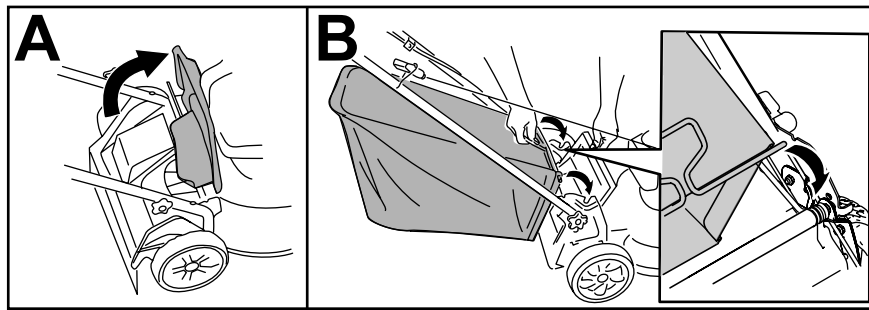

Bild 14
1. Heben Sie das hintere Ablenkblech an und halten Sie es hoch (A in **Bild 14**).
2. Setzen Sie den Grasfangkorb ein, stellen Sie sicher, dass die Stifte am Fangkorb in den Kerben am Holm sind (B in **Bild 14**).